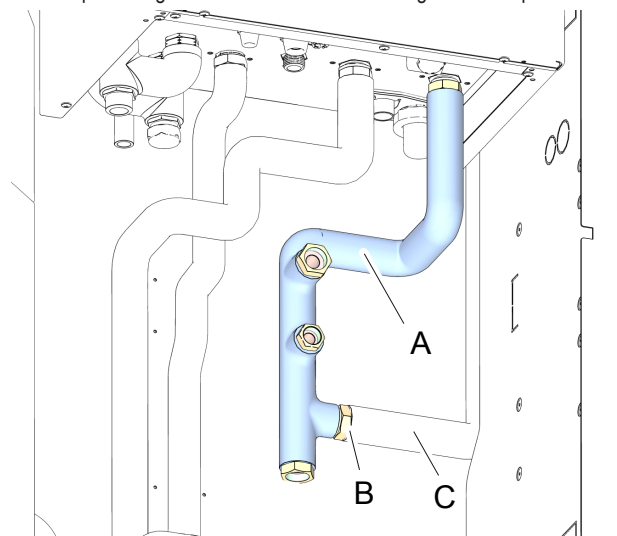
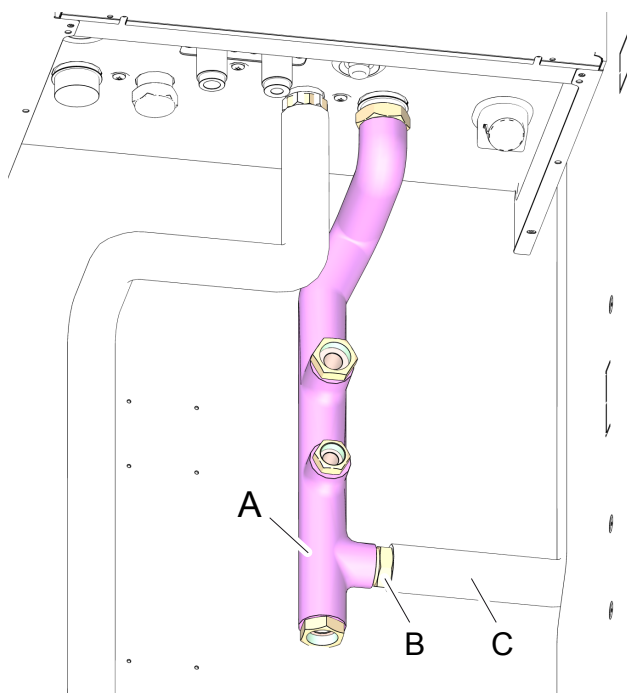

fig. 22 -
fig. 23 -
Montare tubazione 3841T780 (part. A "fig. 22 -")
Nel caso non sia previsto il kit serbatoio inerziale montare il tappo (posizione B "fig. 22 -").
Montare tubazione 3841T770 (part. A "fig. 23 -")
Nel caso non sia previsto il kit serbatoio inerziale montare il tappo (posizione B "fig. 23 -").
**Il tubo (particolare C di "fig. 22 -" e "fig. 23 -") è presente solo se il sistema prevede il kit serbatoio inerziale (vedi "4.11 Installazione kit serbatoio inerziale" a pagina 22).**